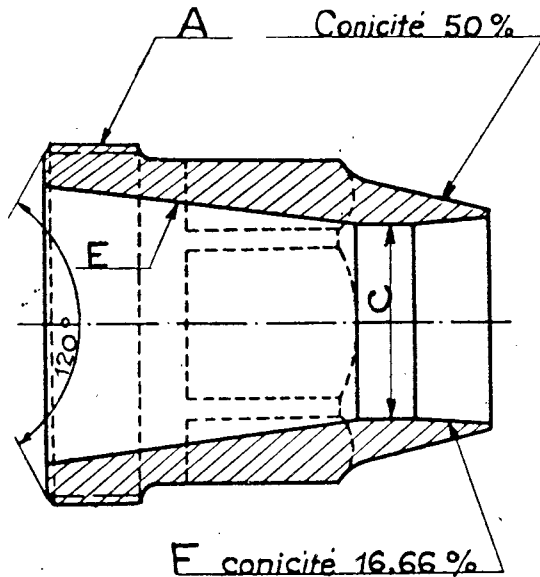

FIG. 254
**e) Rectification du cône annulaire (fig. 254).**